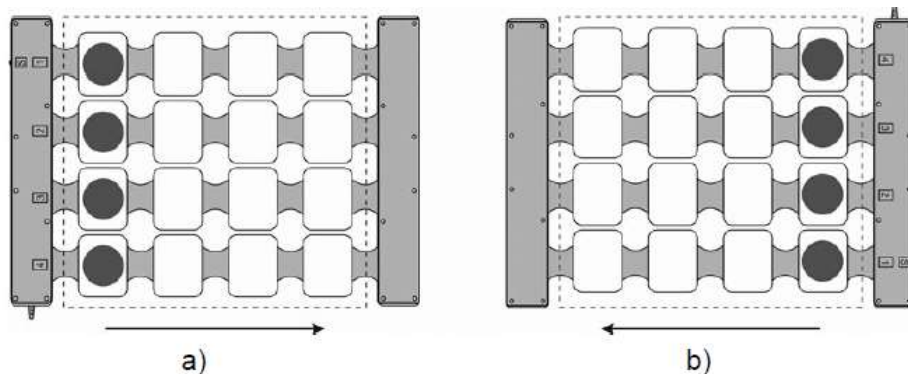

Fig. 19. Mergând pe verticală, polaritatea câmpului magnetic de pe partea îndreptată spre tine este sud (marcaj de polaritate – S):
- 2) „funcționare verticală” (Fig. 18, Fig. 19) excitarea simultană a acelorași inductori în toate liniile cu excitarea unidirecțională ulterioară a inductoarelor adiacente conform unei legi ciclice, ciclul pentru acest tip de baleiaj este de patru „pași” de excitare a inductoarelor adiacente (în funcție de numărul de inductori din riglă);